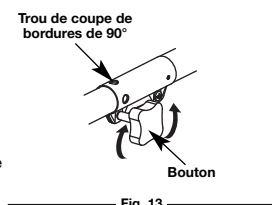

Fig. 13
- Dévissez le bouton vers la gauche (Fig. 13).
- Serrez le bouton en le tournant à droite (Fig. 13).
Pour couper les bordures à l'aide de la tête d'accessoire de coupe sur les modèles EZ-Link^{MC}, verrouillez le bouton de déclenchement de l'accessoire de coupe dans le trou de 90° (Fig. 13).